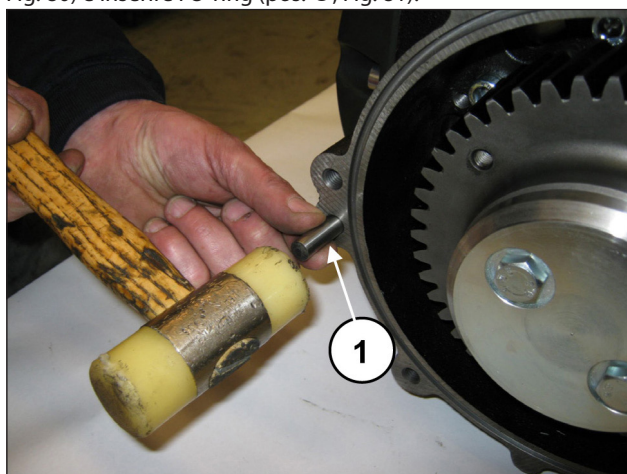
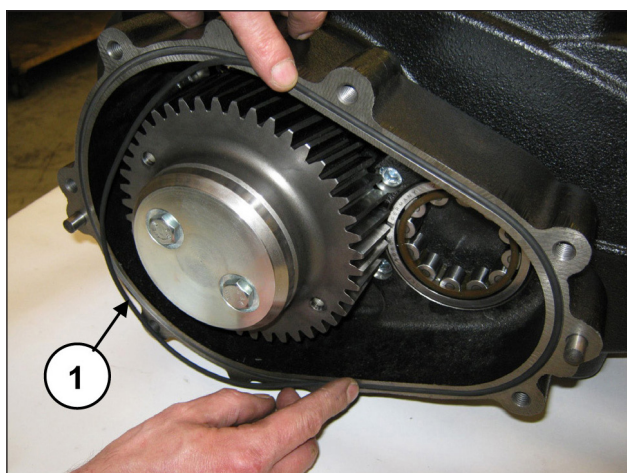

Fig. 80
Fig. 81
Applicare le 2 spine Ø10x24 alla scatola riduttore (pos. ①, Fig. 80) e inserire l'O-ring (pos. ①, Fig. 81).